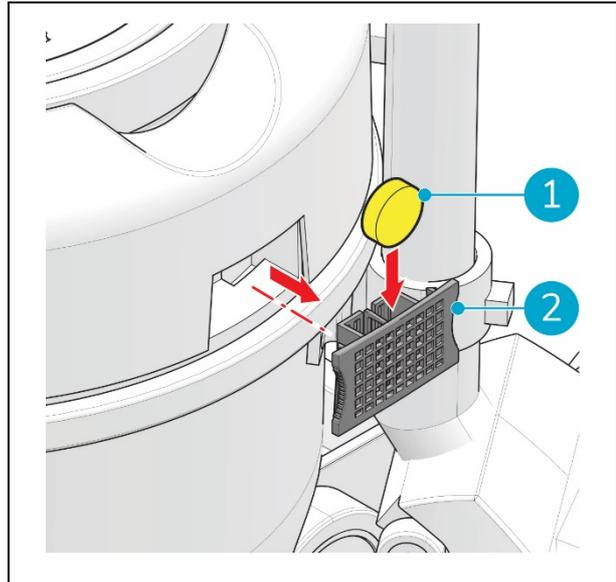

Abbildung 25
1. Ziehen Sie den Tablettenhalter (Abb. 25, Pos. 2) aus dem Deckel des i-vac® 6.
3. Setzen Sie die neue Duftstofftablette ein (Abb. 25, Pos. 1).